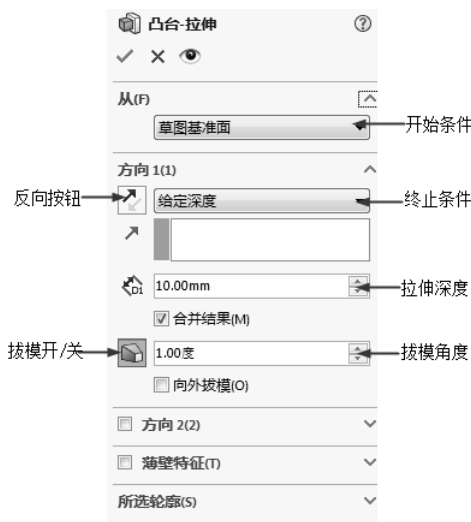

图 5-3 “拉伸”属性管理器
2) 系统弹出“拉伸”属性管理器，各选项的注释如图 5-3 所示。